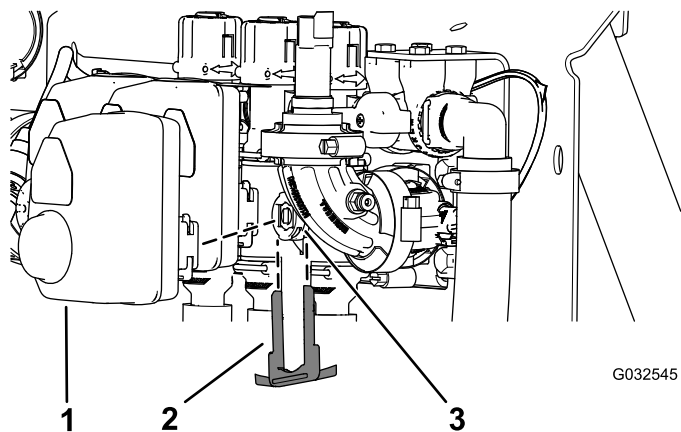

Figura 122
2. Retire o retentor que fixa o acionador à válvula do coletor para válvula de secção ou válvula de agitação (Figura 122).